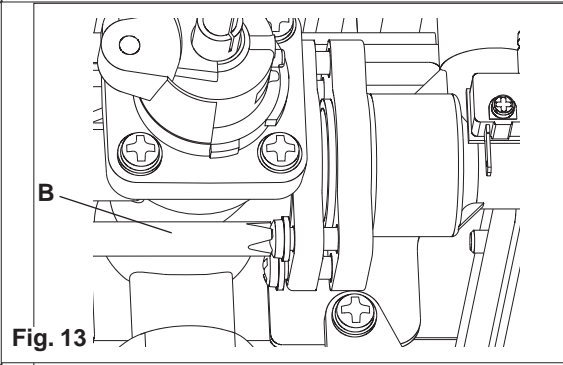

Fig. 13
- Svitare le 4 viti (B) della valvola gas (fig. 13)